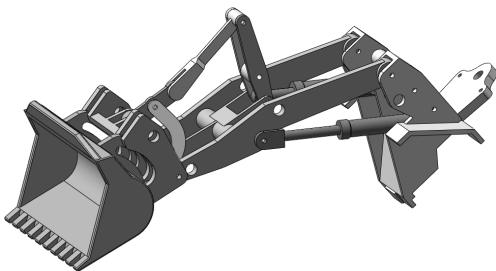

图 13-126 旋转零件
23) 旋转装配体。单击“装配体”控制面板中的  (旋转零部件) 按钮, 或者执行“工具”→“零部件”→“旋转”命令, 拖动鼠标将各零件旋转 to 适当角度, 如图 13-126 所示。